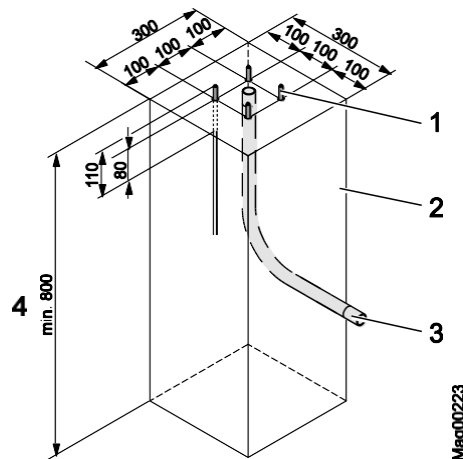

Fig. 14: Esquema de fundação Poste de suporte e Poste para fotocélula (dimensões em mm)
→ Ver página 48, Fig. 14.
1. Orifício da fundação de acordo com Fig. 10 e levantar Fig. 14.
2. Colocar o tubo vazio na fundação de acordo com Fig. 14.
4. Concretar a fundação de acordo com Fig. 14.